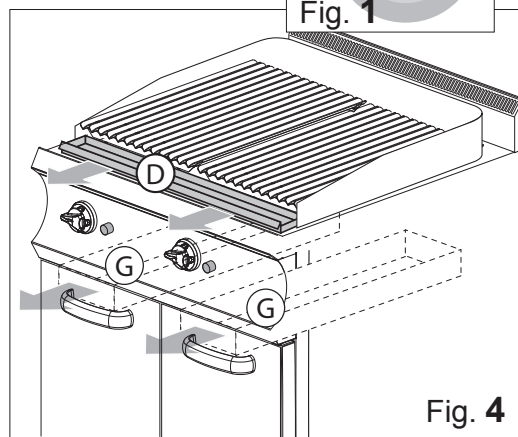
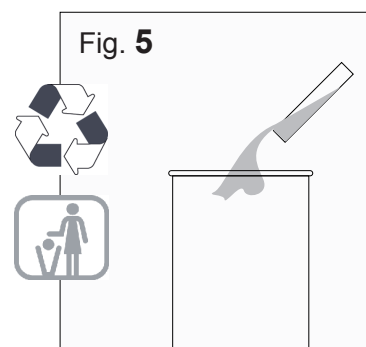
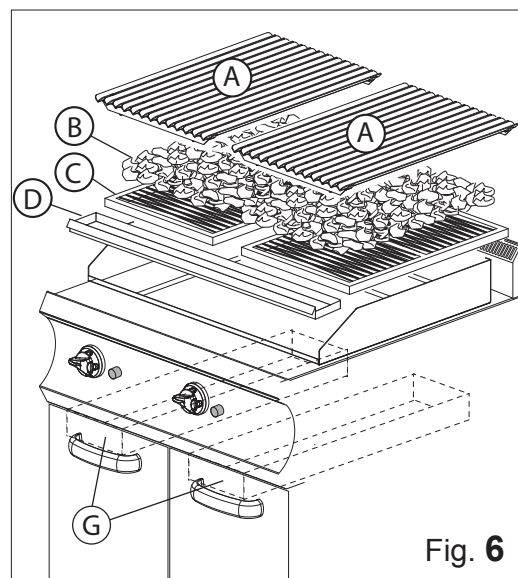

Fig. 4
Fig. 5
Fig. 6
- Scarico olio combusto (Contenitore Fig. 6 Part. D).
- Scarico ceneri (Contenitore Fig. 6 Part. F).
- Estrarre dalla propria sede il contenitore e vuotarlo seguendo le procedure di smaltimento vigenti nel paese di utilizzazione (Fig. 4 Part. D. Fig. 5).
- Verificare il livello di riempimento del contenitore ceneri (Fig. 4 Part. G), se del caso, svuotarlo e riposizionarlo nell'apposita sede.
- Sollevare e rimuovere le piastre di cottura (Fig. 6 Part. A).
- Rimuovere dal proprio alloggiamento le pietre usurate (Fig. 6 Part. B)..
- Pulire l'alloggiamento delle pietre (Fig. 6 Part. C) e pulire i contenitori di recupero ceneri sfilandoli dall'apposita sede all'interno dell'apparecchiatura (Fig. 4 Part. G).
Pulizia per Cambio Pietre laviche In caso di sostituzione per usura delle pietre laviche è necessario: • Attendere che la temperatura della piastra si raffreddi in modo da non provocare ustioni all'operatore. • Effettuare la procedura descritta in pulizia giornaliera al punto 1-2-3. • Rimuovere dal proprio alloggiamento le pietre usurate (Fig. 6 Part. B). Pulire l'alloggiamento delle pietre. • Inserire le nuove pietre nell'apposito alloggiamento. • Effettuare la procedura descritta in pulizia giornaliera al punto 4-5.